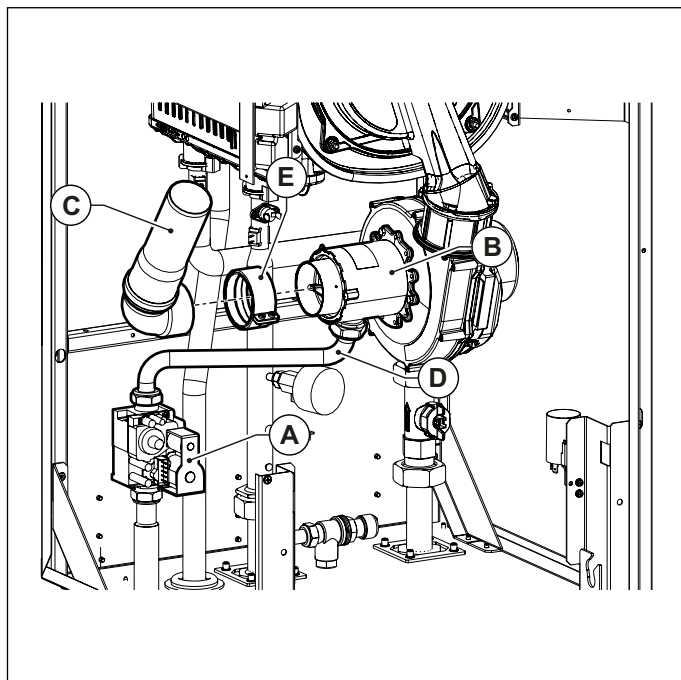

Fig. 32 Silenciador de aspiración
- Desmontar el silenciador de aspiración **C** extrayéndolo del mezclador. En el modelo B30 60, antes de extraer el silenciador, quitar el manguito **E** que lo fija al mezclador **B** (ver Fig. 32 Silenciador de aspiración).
- Desconectar el tubo de gas **D** del mezclador **B** (ver Fig. 32 Silenciador de aspiración).
- Conectar el tubo del gas **D** al mezclador (ver Fig. 32 Silenciador de aspiración).
- Volver a montar el silenciador de aspiración **C** en el mezclador. En el modelo B30 60 el silenciador se debe fijar con el manguito **E** (ver Fig. 32 Silenciador de aspiración).